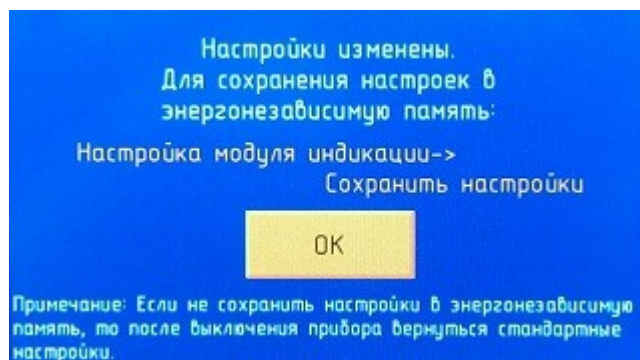

Рисунок 15 - Сообщение о сохранении настроек
3.6.3.6 По завершении настроек нажать "Назад" для возврата в Основное меню, после чего появится сообщение с информацией о сохранении сделанных настроек (рис. 15). Нажатие кнопки "ОК" не является подтверждением сохранения настроек, а только лишь закрывает данное сообщение.
3.6.4.5 По окончании всех настроек нажать "Назад" для выхода в основное меню (рис. 5). Перед тем как появится основное меню появится информационное сообщение (рис. 15) с предупреждением о необходимости сохранения сделанных изменений в настройках. Нажатие кнопки "Ок" на данном сообщении не является подтверждением сохранения настроек. Чтобы записать сделанные настройки в память модуля необходимо в основном меню (рис 6). Нажать пункт "Сохранить настройки" и подтвердить действие нажатием кнопки "Да", после чего произведется запись настроек в память устройства.